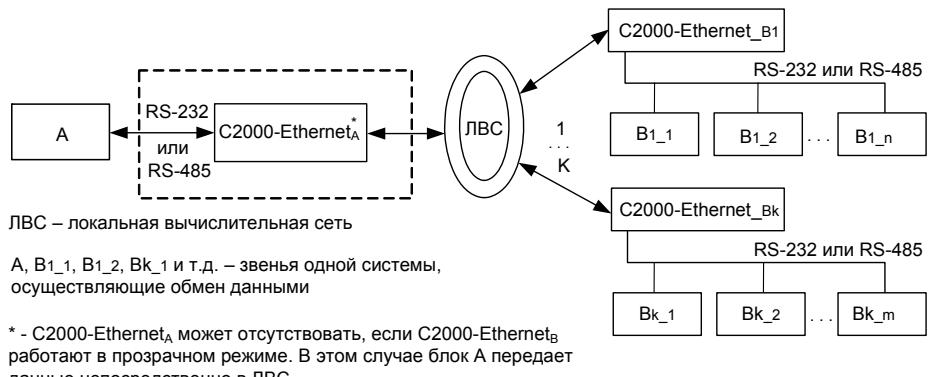

Рисунок 2 Общая схема использования «C2000-Ethernet»
- **Прозрачный режим.** Осуществляет передачу данных из интерфейса RS-232 или RS-485 в Ethernet и обратно. Предназначен для использования как в составе системы «Орион» (протокол «Орион» и «Орион Про»), так и других систем (Рисунок 2).